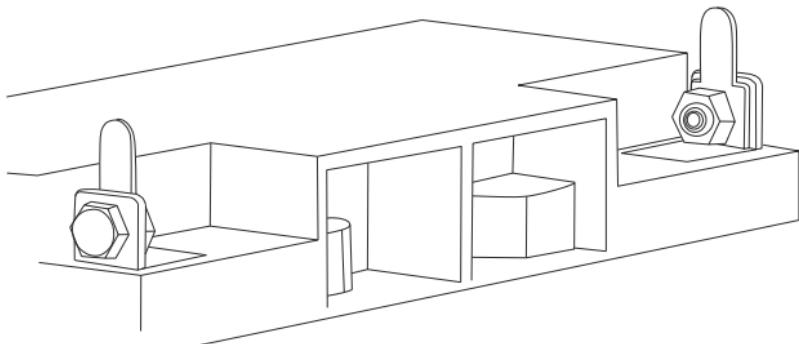

Рис.5
1) Закрепить переходные пластины на клеммах АКБ болтами и гайками из комплекта поставки АКБ (*Рис.5*).